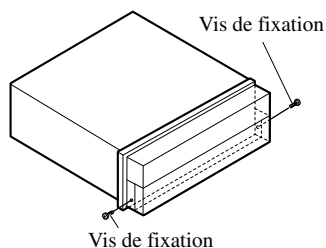

Fig. 20
- Fixez le panneau avant à l'appareil en utilisant les vis de maintien après avoir déposé le panneau avant. (Fig. 20)